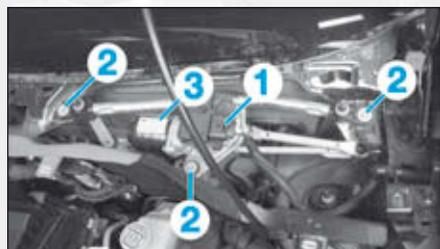

FIG.50
- Débrancher le connecteur (1) (Fig.50).
- les vis (2),
- le mécanisme d'essuie-glace (3).